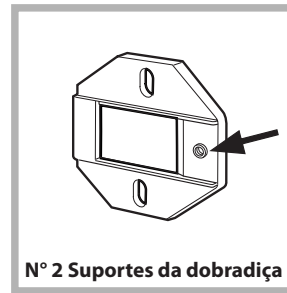

Fig. 1
- Instalar os suportes charneira na face posicionando o furo indicado pela seta na *fig. 1* para o interior da face, interalinhar uma arruela de afastamento (*fig. 4/B*) usando parafusos do tipo C.